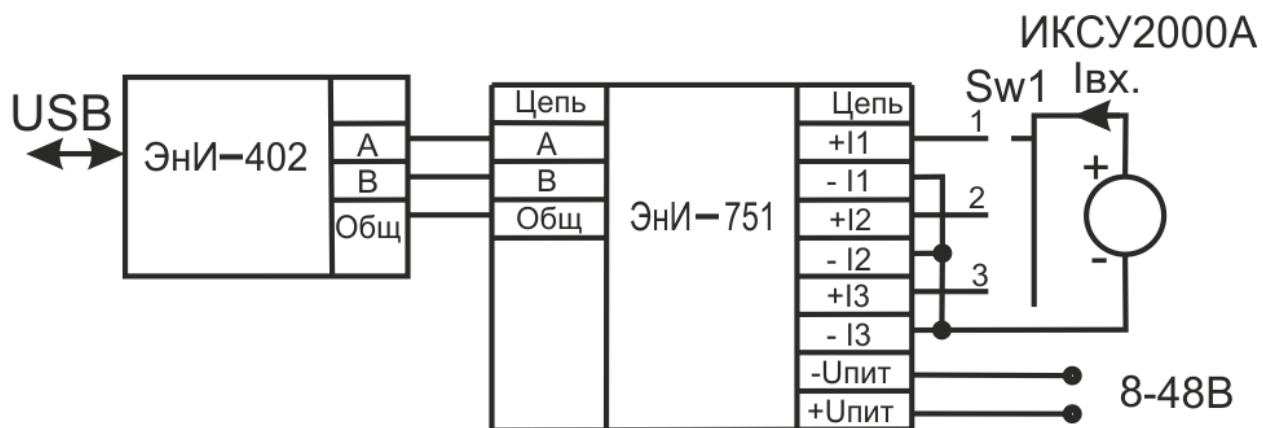

Рисунок 3 – Схема для проведения поверки ЭНИ-751
9.8.6. Установить переключатель SW1 (Рисунок 3) в положение 1 (канал 1).